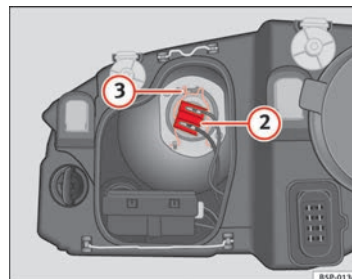

Abb. 184 Abblendlicht
- Ziehen Sie den Stecker ⇒ Abb. 184 ② von der Lampe ab.
- Nehmen Sie die Haltefeder ⇒ Abb. 184 ③ durch Eindrücken und Rechtsdrehung ab.